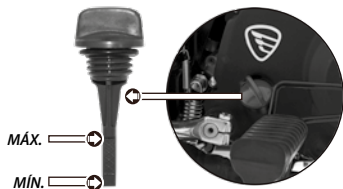

Imagen 15. Tapón-bayoneta del cárter.
2. Localizar el tapón-bayoneta del cárter en la parte inferior derecha de la **ATVIO LT**. Ver imagen 15.